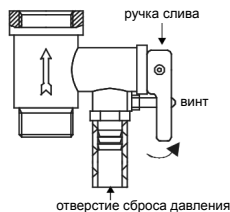

Рис. 7
6. Чтобы правильно слить воду из внутреннего бака, необходимо воспользоваться обратным предохранительным клапаном (см. рис. 7): открутить сливной винт обратного предохранительного клапана и перевести ручку слива в верхнее положение, при этом кран выхода горячей воды должен быть открыт, а кран подачи холодной воды в водонагреватель должен быть перекрыт. Никогда не сливайте воду, если ее температура выше 50 °С, т. к. это может привести к ожогам.